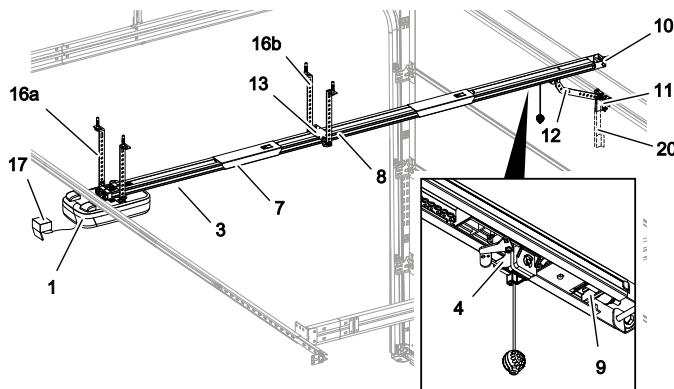

Fig. 1: Produktöversikt – monterad
Fäll ut löpskenan (3 och 8) helt. Skjut löpskenekopplingen (7) över skarvkantens mitt. Efterspänning sedan kedjan eller kuggremmen vid behov (bild 1).